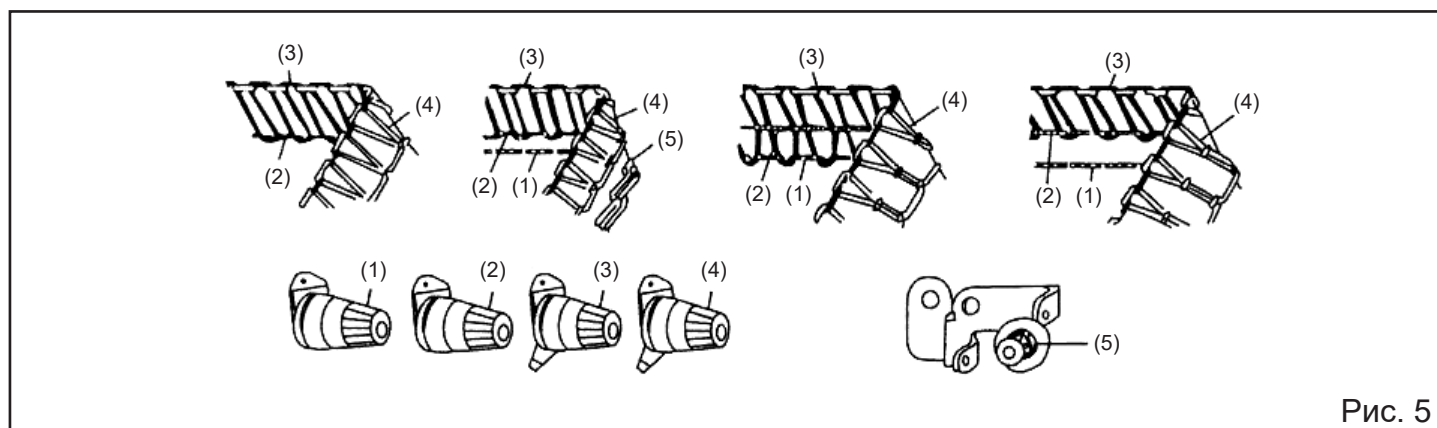

Рис. 5
1. Регулировка натяжительных дисков (Рис. 5)
- Натяжительный диск (1) регулирует игольную нить двойного цепного стежка или левую игольную нить краеобмёточного стежка.
- Натяжительный диск (5) регулирует нить петлителя двойного цепного стежка.
- Натяжительный диск (2) регулирует игольную нить краеобмёточного стежка.
- Натяжительный диск (3) регулирует нить верхнего петлителя.
- Натяжительный диск (4) регулирует нить нижнего петлителя.